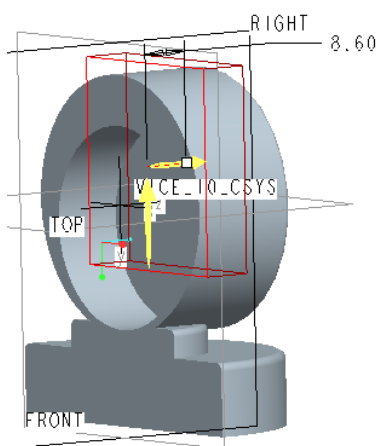

図 6-77 削除部分の深さ
- 削除する深さは図 6-77 に示すように、8.6mm である。